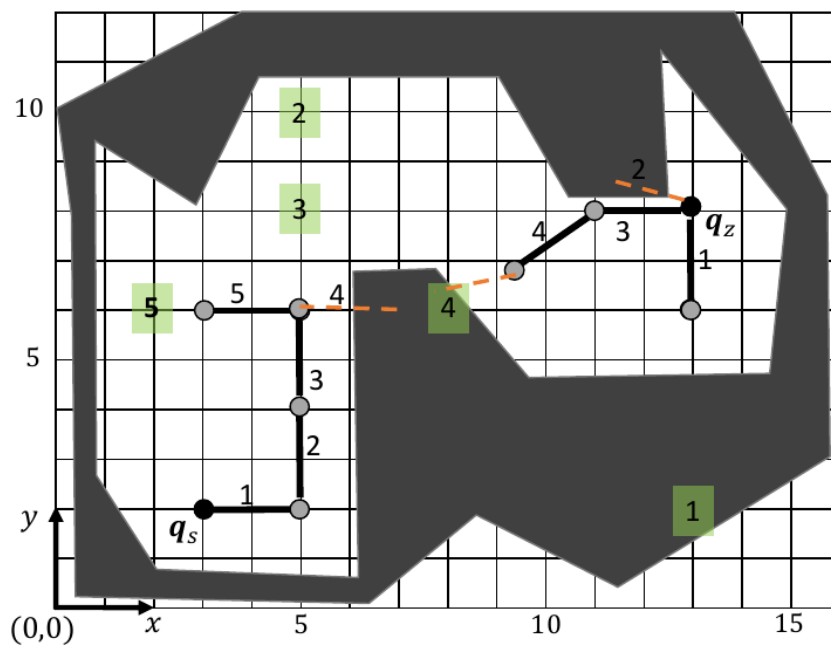

Abbildung 1: BI-RRT Lösung
- siehe Fig. 1 (BI-RRT Lösung)